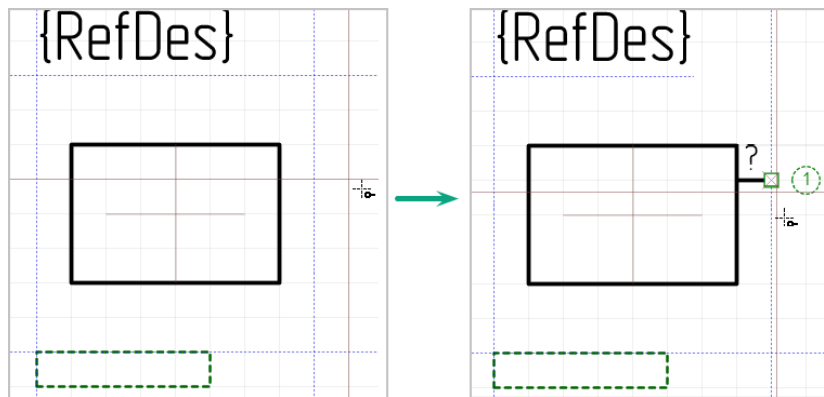

Рис. 169 Курсор при использовании инструмента «Разместить вывод»
2. На Рис. 169 показан курсор , которым отображается инструмент «Разместить вывод» в графическом редакторе УГО. При помещении курсора на линию границы отображается возможный вид вывода.